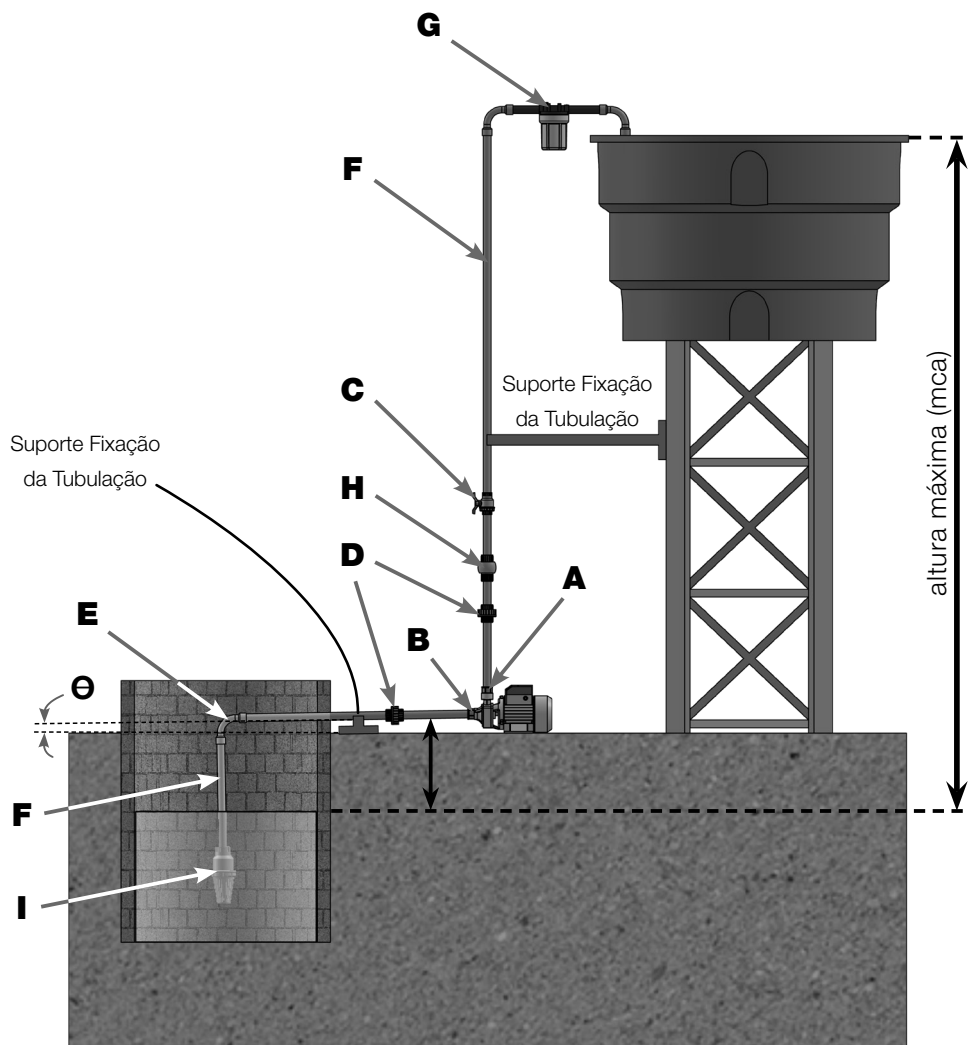
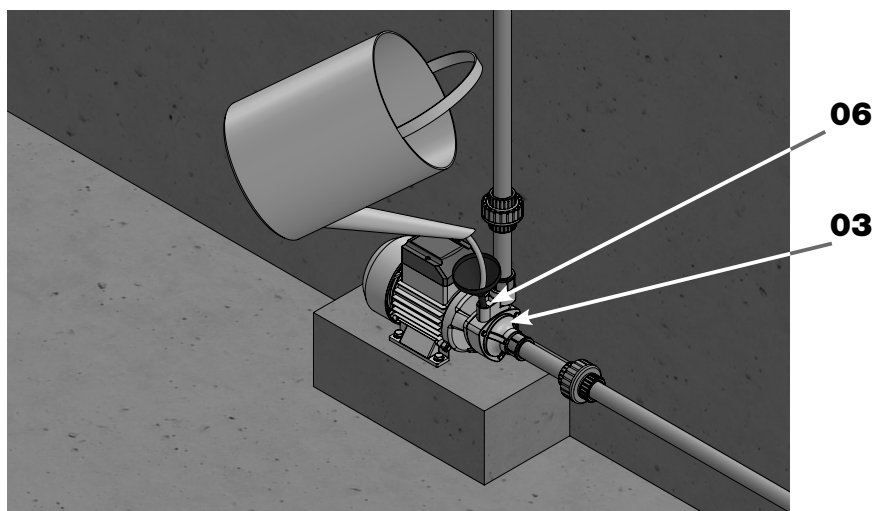

FIGURA 05 - Exemplo de Instalação
FIGURA 07 - Preenchimento do Corpo da Bomba
O correto funcionamento da **Bomba Periférica** está diretamente ligado as condições climáticas e de instalação, por isso, a mesma deve ser instalada seguindo exemplo de instalação e de acessório da figura 05 e tabela 04.
Nunca deixe as tubulações (sucção e recalque) gerarem peso sobre a Bomba Periférica (01), suas fixações devem ser realizadas independentemente da Bomba (figura 05).
A tubulação de sucção deve ter sempre uma pequena inclinação (figura 05), para evitar a formação de bolsões de ar.
1. RETIRAR o Bujão de Abastecimento (06) e ENCHER de água toda Tubulação de Sucção e o Corpo da Bomba (03) com o objetivo de retirar o ar existente (figura 07);
2. VERIFICAR se a água está saindo pelo Bujão de Abastecimento (06) de modo constante, assim que isto ocorrer feche o Bujão de Abastecimento (06);
3. ABRIR o Registro localizado na tubulação de recalque (figura 05);
4. ACIONAR a **Bomba Periférica** (01) para que o bombeamento seja concretizado até o ponto desejado;
NUNCA acionar a Bomba Periférica (01) com o Registro da tubulação de recalque (figura 05) totalmente fechado ou estrangulado.